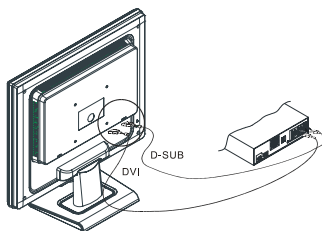

图 1-5
2. 将信号线一端插入 LCD 显示器的 D-SUB 或 DVI (可选) 接口。（见图 1-5）